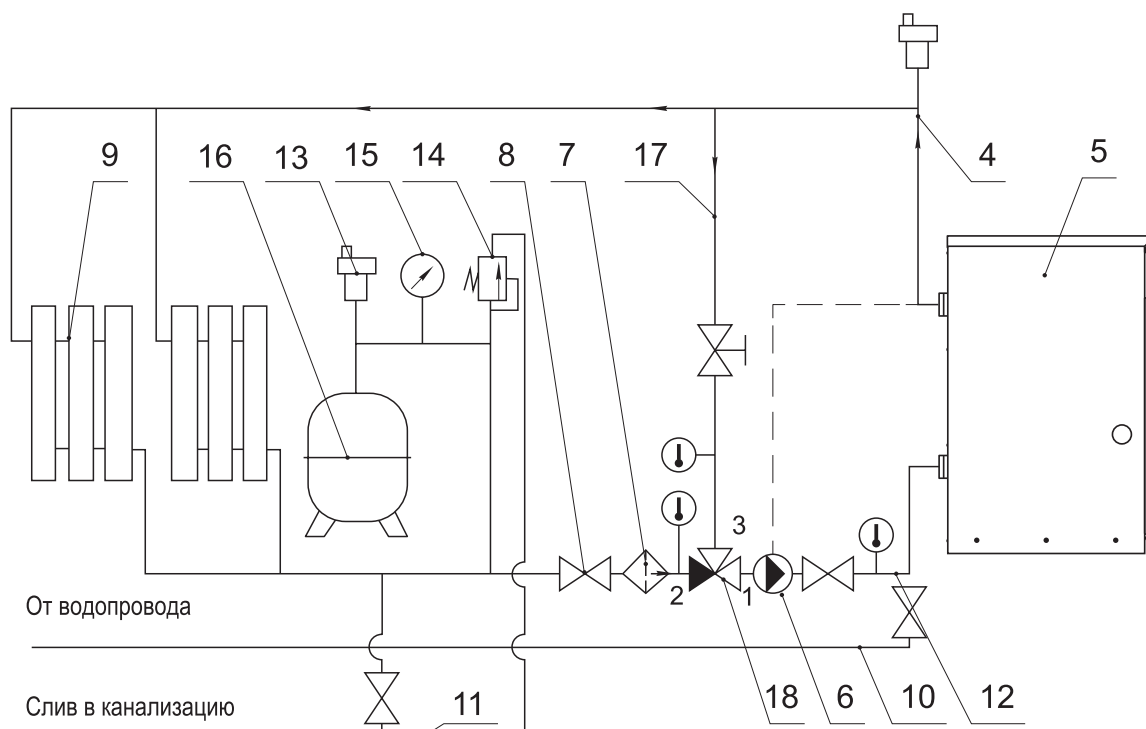

Рис. 9. Рекомендуемая гидравлическая схема закрытой системы отопления с циркуляционным насосом
5.9 При использовании закрытой системы отопления (см. рис. 9) необходимо предусмотреть установку предохранительного сбросного клапана на давление не более 3 кгс/см² и манометр для контроля давления теплоносителя. Выход предохранительного клапана системы отопления должен быть присоединён к сливу в канализацию с разрывом струи.